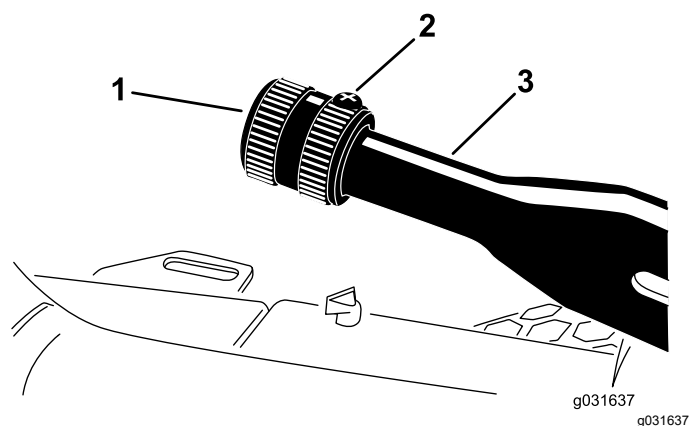

Figura 54
1. Desaperte o parafuso de afinação que fixa o manípulo à alavanca do travão de estacionamento (Figura 54).